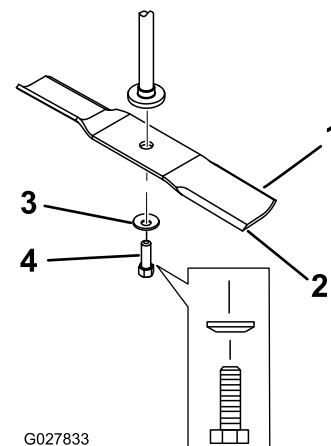

Figure 59
2. Enlevez de l'axe, le boulon, la rondelle bombée et la lame (Figure 59).
1. Placez la lame sur l'axe (Figure 59).
2. Posez la rondelle bombée (face concave vers la lame) et le boulon de lame (Figure 59).